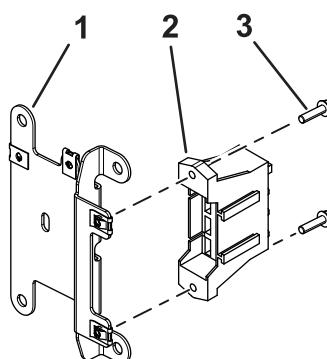

Figura 3
3. Instale o bloco de fusível na cablagem na placa de montagem do fusível utilizando os dois parafusos (n.º 10 x $\frac{3}{4}$ pol.) como se mostra na **Figura 3**.